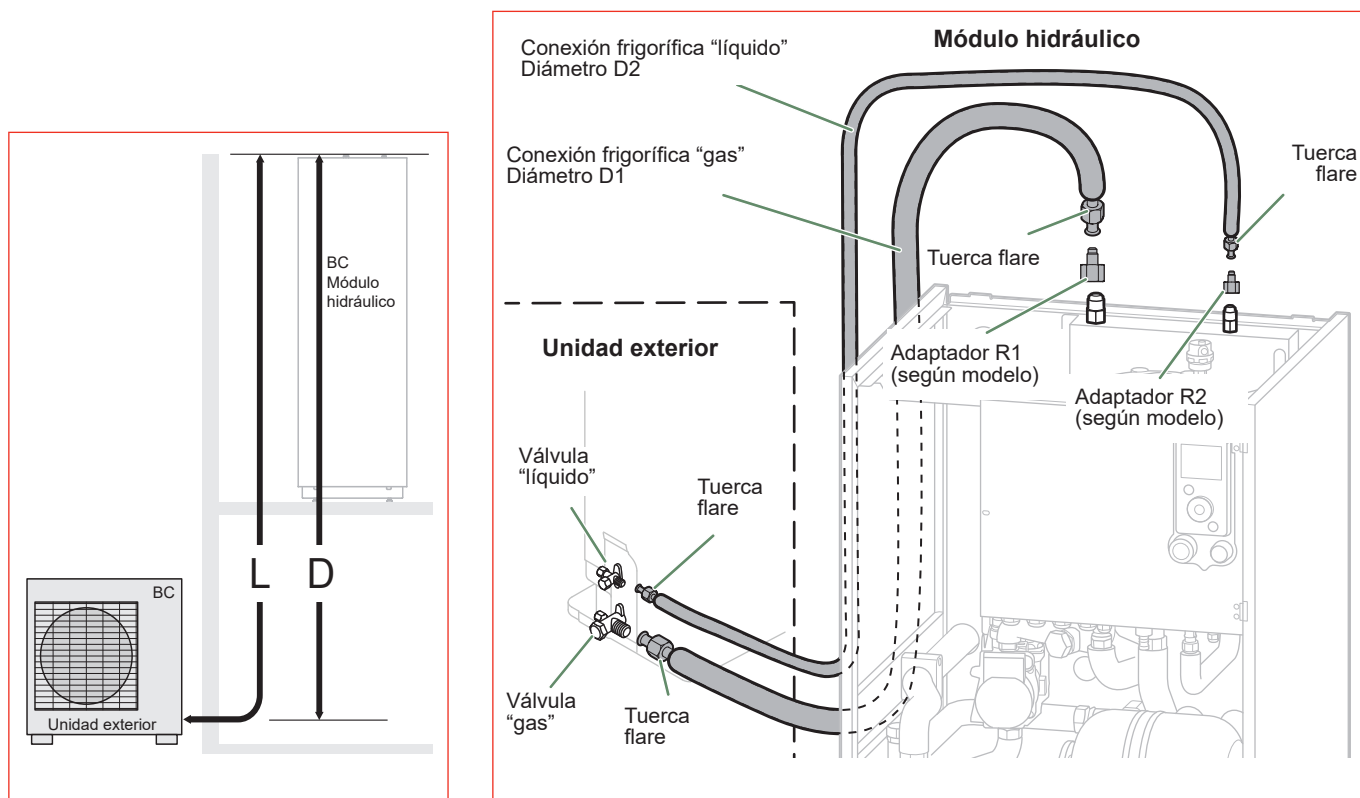

fig. 32 - Conexiones frigoríficas (diámetro y longitudes permitidas)
- Según el caso, conecte un adaptador (reducción) 1/4" - 3/8" o 1/2" - 5/8" (ver *fig. 32*).